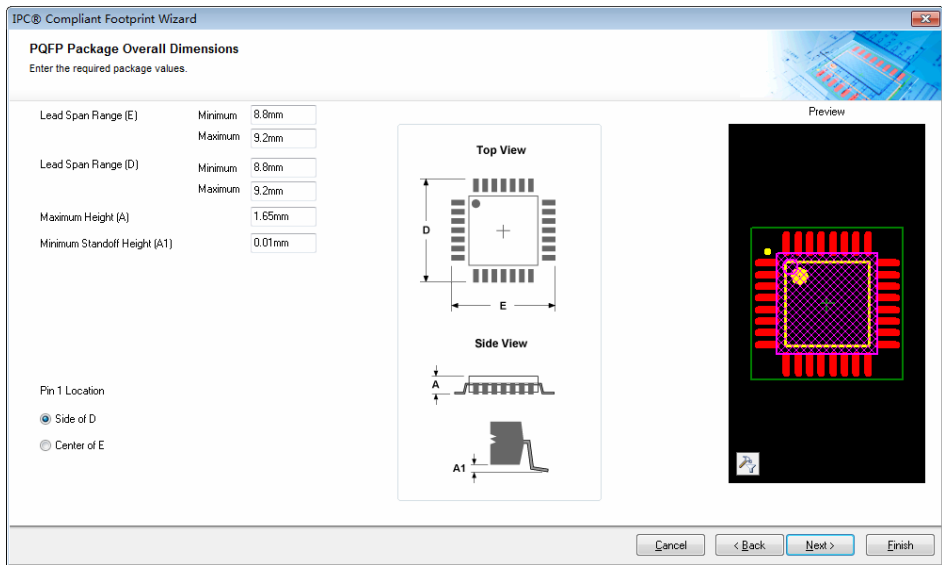

图 19-12 LQFP32 全局封装尺寸
3) 单击 Next 按钮，进入全局封装尺寸设置界面，输入如图 19-12 所示的封装尺寸，这些数据来自于 STC15 数据手册。